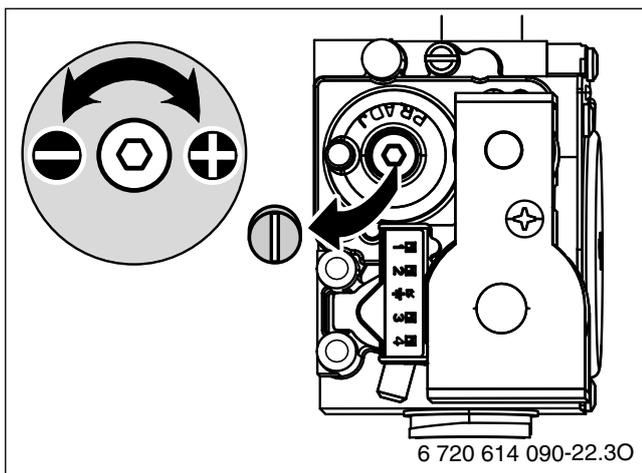

Fig. 56
- ▶ Rimuovere il sigillo dalla vite di regolazione del gruppo del gas (fig. 56) e impostare il valore di CO₂ corrispondente alla potenza termica nominale minima (tab. 32 e 33) agendo sulla vite di regolazione.